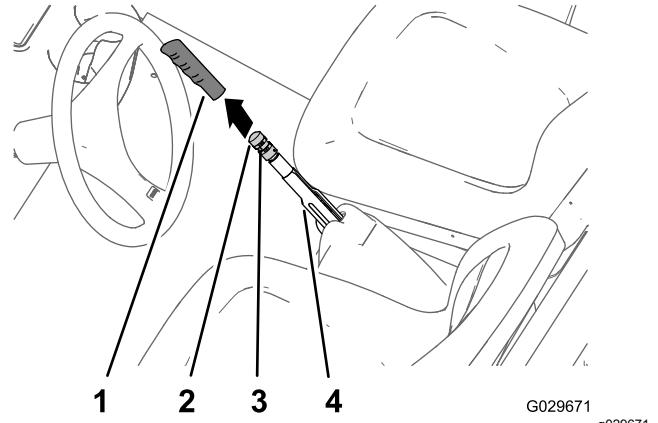

Figure 67
1. Enlevez la poignée du levier de frein de stationnement (Figure 67).
2. Desserrez la vis de fixation du bouton de réglage sur le levier du frein de stationnement (Figure 67).
pour actionner le levier du frein de stationnement (Figure 67).
4. Serrez la vis de fixation et remettez la poignée en place (Figure 67).
2. Desserrez la vis (Figure 67) qui fixe le bouton de réglage sur le levier du frein de stationnement, desserrez le frein de stationnement et desserrez le bouton de réglage.
5. Tournez le bouton de réglage du frein (Figure 67) jusqu'à ce qu'une force de 133 à 156 N·m soit nécessaire pour actionner le levier du frein de stationnement.
- C. Tournez le bouton de réglage du frein (Figure 67) jusqu'à ce qu'une force de 133 à 156 N·m soit nécessaire pour actionner le levier du frein de stationnement.
- Serrez la vis de fixation et remettez la poignée en place (Figure 67).